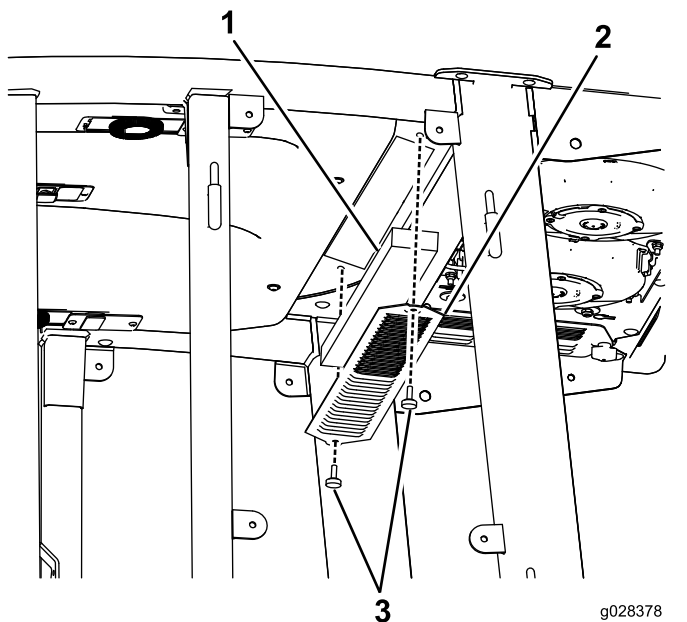
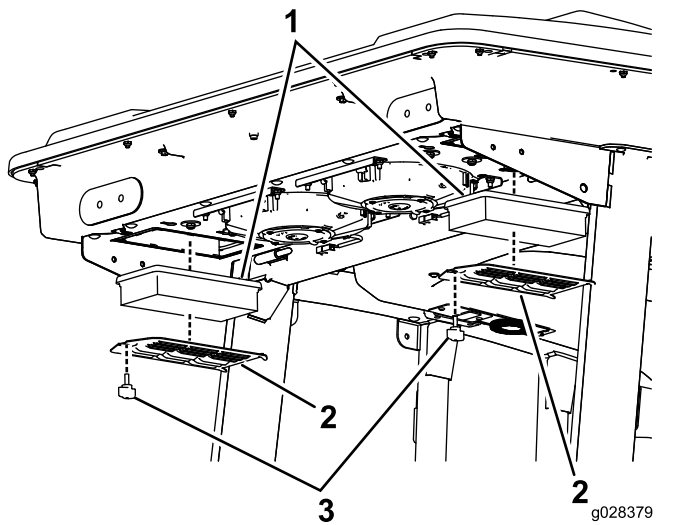
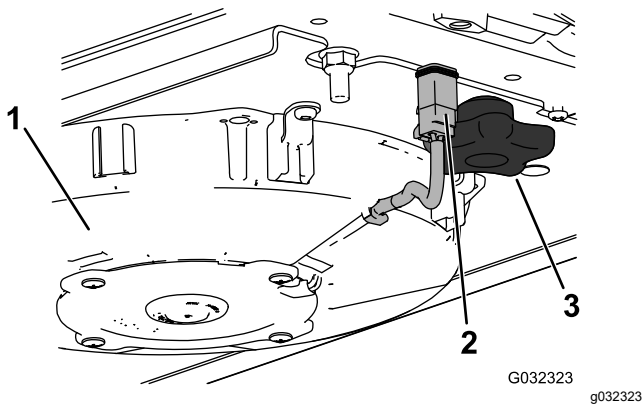
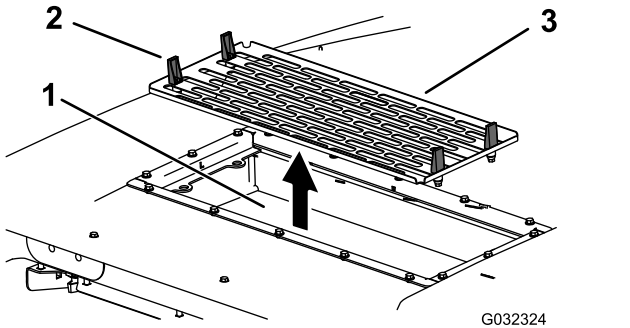

Bild 148
Bild 149
Bild 151
Bild 152
1. Nehmen Sie die Schrauben und Gitter von den internen und hinteren Kabinenluftfiltern ab (Bild 148 und Bild 149).
- Entfernen Sie die Luftfilter (siehe Bild 149).
- Bauen Sie Luftfilter, Gitter und Klimaanlage wieder ein (Bild 149, Bild 151 und Bild 152).
- Schließen Sie das Kabel jedes Lüfters an (Bild 151).